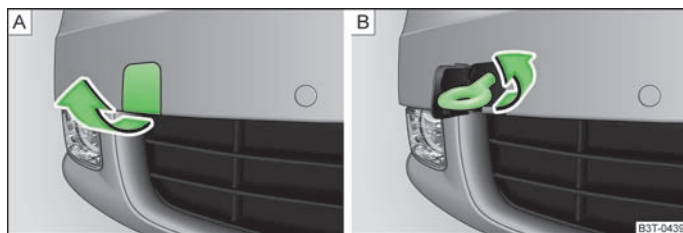

Fig. 184 Bara de protecție față: Demontarea capacului / Montarea cârligului de tractare
- Detașați capacul din bara de protecție față » fig. 184 - A.
- Înșurubați cârligul de tractare spre stânga până la refuz » fig. 184 - B și strângeți-l cât mai ferm posibil. Pentru strângere cârligului, vă recomandăm să folosiți de exemplu cheia de roți, cârligul de ancorare al unui alt autovehicul sau un alt obiect asemănător, pe care să îl puteți introduce prin cârlig.